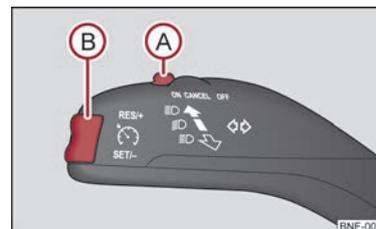

Fig. 63 Leva di comando: tasto basculante e interruttore dell'impianto di regolazione della velocità
L'impianto si comanda con l'interruttore (A) ⇒ fig. 63 e con il tasto basculante (B) nella leva sinistra multifunzione.
- Premere l'interruttore (A) in posizione ON.
- Raggiunta la velocità desiderata, premere il tasto basculante (B) in posizione SET -.
- Premendo il tasto basculante **(B)** ⇒ fig. 63 in posizione **RES+** e possibile **incrementare** le velocità memorizzate senza azionare il pedale dell'acceleratore.
Rilasciando il pedale del freno o della frizione e premendo brevemente il tasto basculante **(B)** ⇒ fig. 63 in posizione **RES+** è possibile **riprendere** la velocità memorizzata.
- Premere l'interruttore **(A)** ⇒ fig. 63 verso destra in posizione **OFF**.